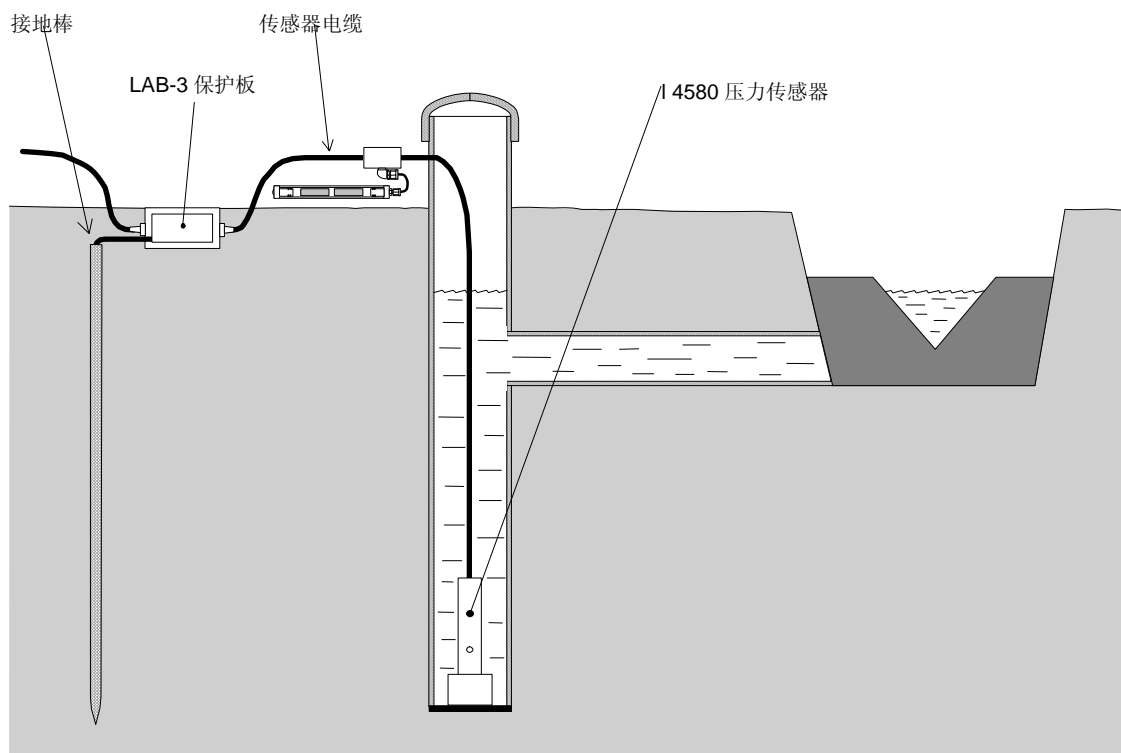

图 4 - 雷击保护配置图
- 3) 实践证明，采用LAB-3雷击保护板时应将其接入电缆并应尽可能靠近传感器安装（见图4），是防雷击的有效措施。
为使振弦式传感器减少温度的影响，一定要小心选择材料，然而大多数元件仍有很小的温度系数。在给定的率定表（图4）中查询，可得到一个给出的传感器的系数。